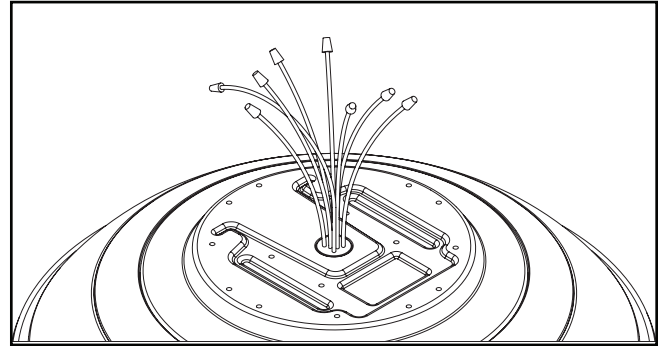

Figure 4. Image du luminaire avec des fils UL924
1. Effectuez les raccords électriques supplémentaires. (Figure 4)